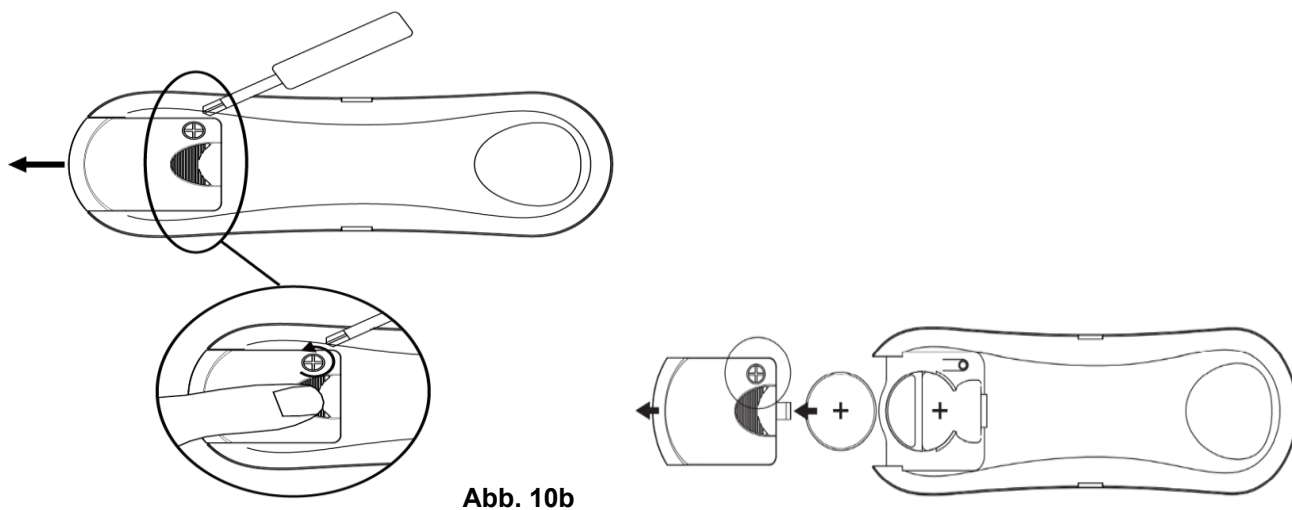

Abb. 10b
1. Drücken Sie zum Ersetzen der Batterie auf den oberen Teil der Batteriefachabdeckung und lösen Sie gleichzeitig die Schraube, um die Batteriefachabdeckung zu entfernen (Abb. 10b).
2. Schieben Sie die Batteriefachabdeckung von der Rückseite der Fernsteuerung, um das Batteriefach zu öffnen (Abb. 10b).